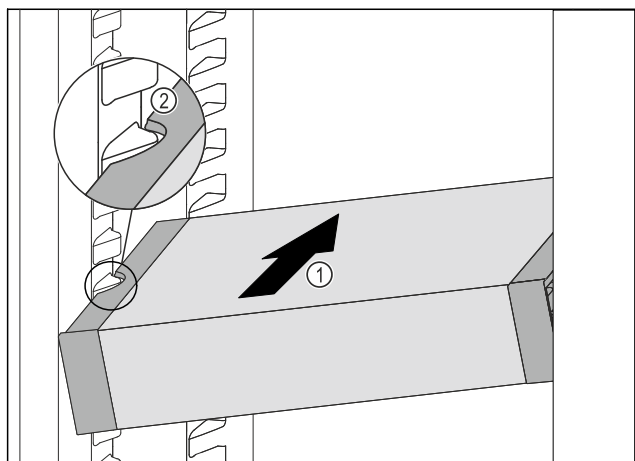

Fig. 92
- Introduzca el VarioSafe en posición oblicua en el compartimiento del frigorífico Fig. 92 (1) hasta que los huecos laterales Fig. 92 (2) del VarioSafe se encuentren a la altura de la nervadura del recipiente en el compartimento frigorífico.